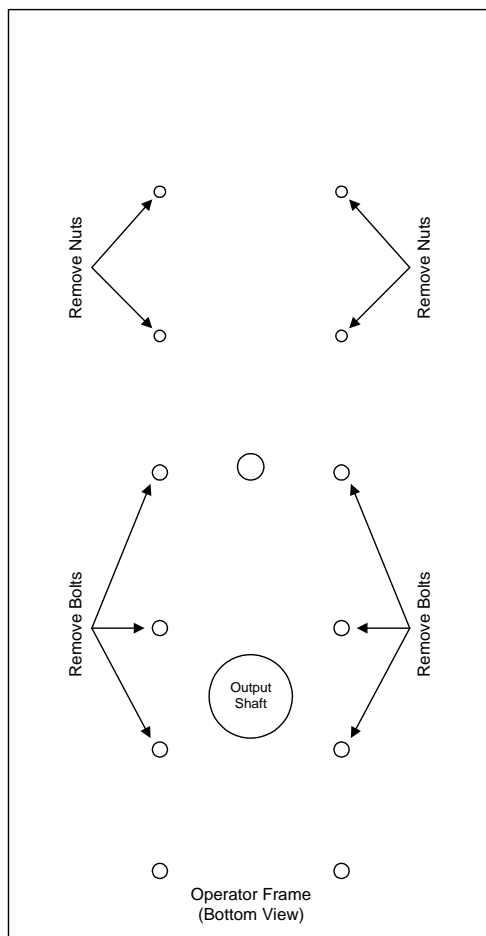

Figura 9
1. Coloque al operador en su lado y quite 6 pernos y 4 tuercas del marco inferior (Figura 9).